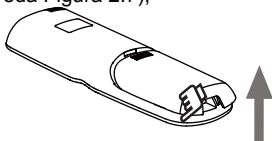

Figura 2.7
2) Per aprire, sollevare il coperchio delle batterie dall'angolo in basso a sinistra (si veda Figura 2.7);